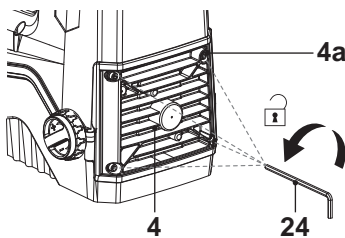

Fig. 13
1. Asegúrese de que la máquina está apagada y desenchufada antes de abrir el protector (4). La cuchilla no se detiene inmediatamente al apagar. Espere a que se detengan todas las piezas. Coloque el producto sobre una superficie nivelada y retire el contenedor de recogida (13).
2. Afloje los pernos ($\times 4$) (4a) (Fig. 13, paso 1) y quite el protector (4).